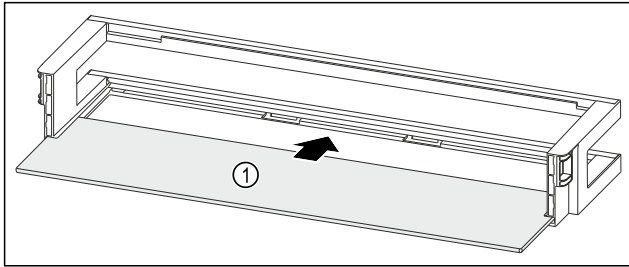

Fig. 50 Türabsteller mit Abstellfläche
- Abstellfläche Fig. 50 (1) in die seitlichen Einsparungen einschieben.